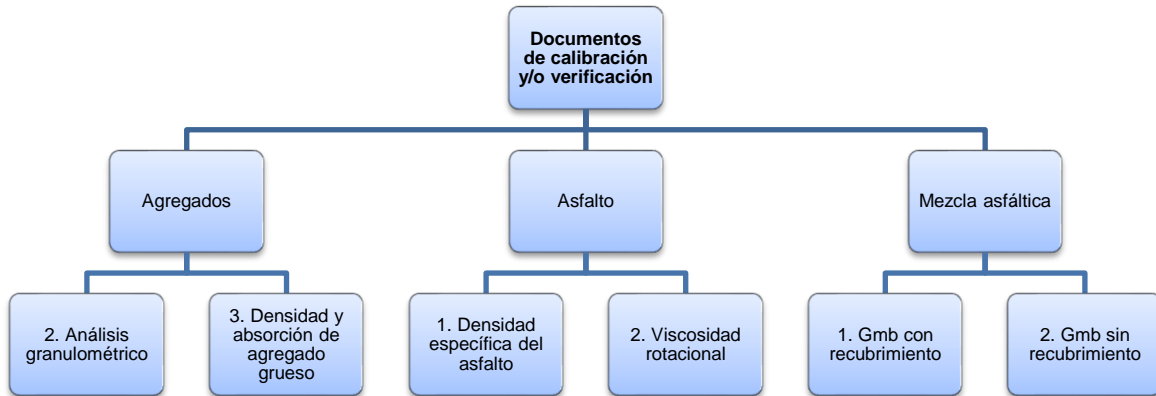

Figura 2. Esquema para entrega de documentos calibración/verificación.
- iii. Los documentos se deberán enviar como archivo electrónico en una carpeta comprimida como se indica en la Figura 2 (por ensayo e indicando los equipos especificados en el Formato 3, y separado por categoría).